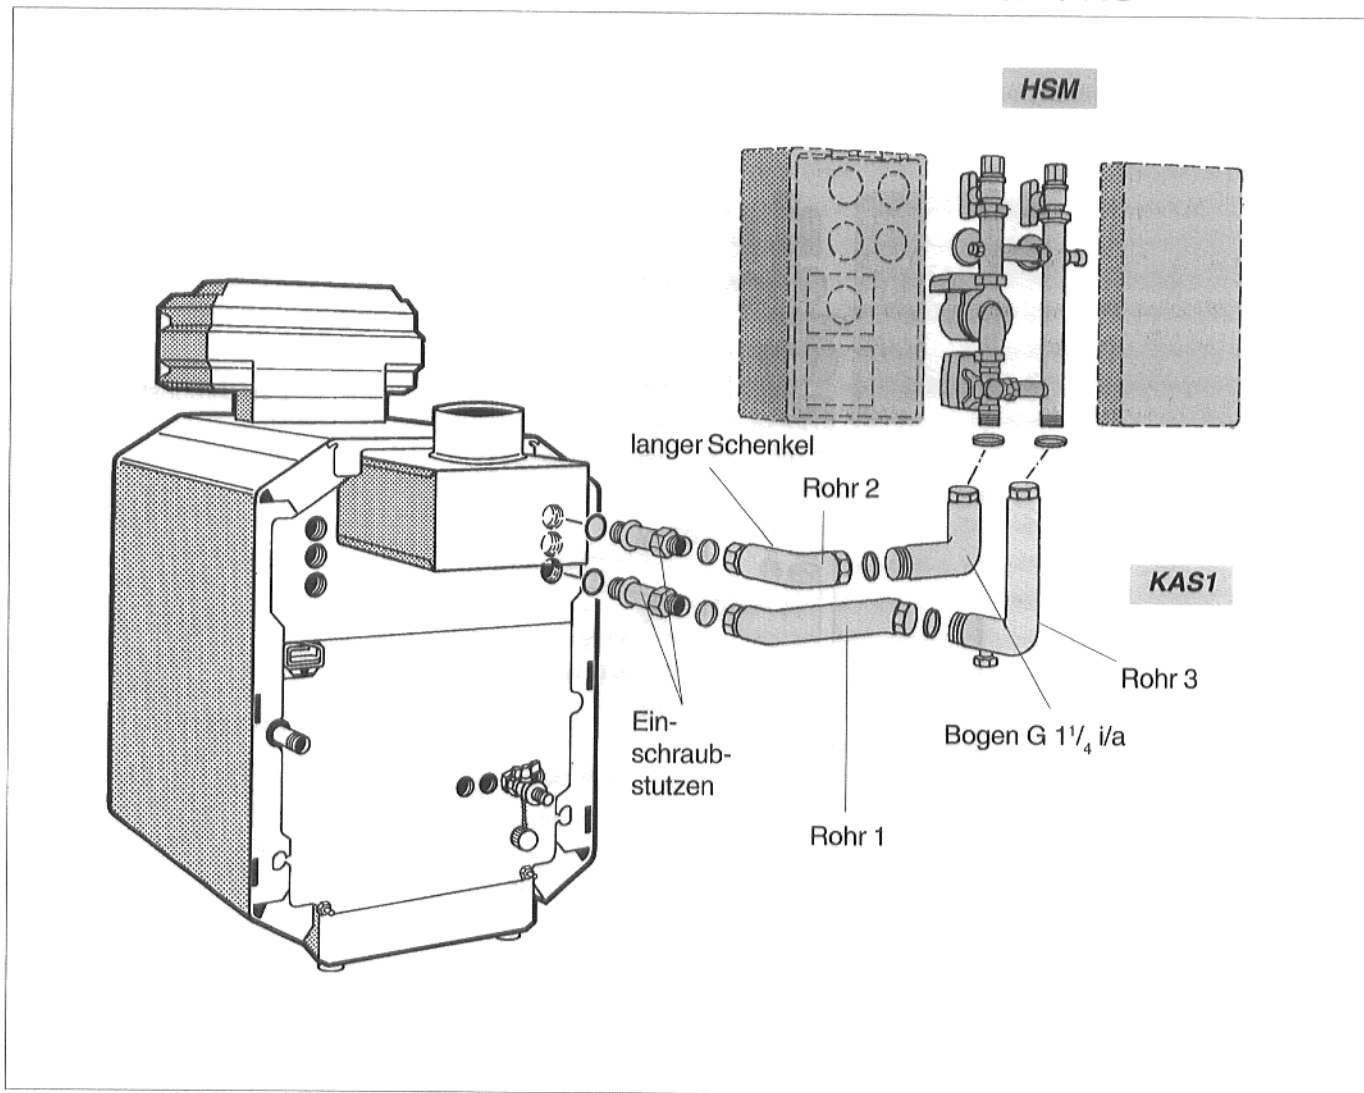

Abb. 4 Linksanbau KAS 1
- Einschraubstutzen mit eingelegtem O-Ring in den Kesselvor- und -rücklauf einschrauben (Abb. 4).
- Rohr 2 mit langem Schenkel auf den Einschraubstutzen im Kesselvorlauf schrauben (Abb. 4).
- Bogen G 1 1/4 i/a entsprechend Abb. 4 an Rohr 2 anschrauben.
- Rohr 1 auf den Einschraubstutzen im Kesselrücklauf schrauben (Abb. 4).
- Rohr 3 (G 1 1/4, i/a) entsprechend Abb. 4 an Rohr 1 anschrauben.
- Heizkreis-Set mit oder ohne Mischer auf die Rohrgruppen aufsetzen und festschrauben (Abb. 4).